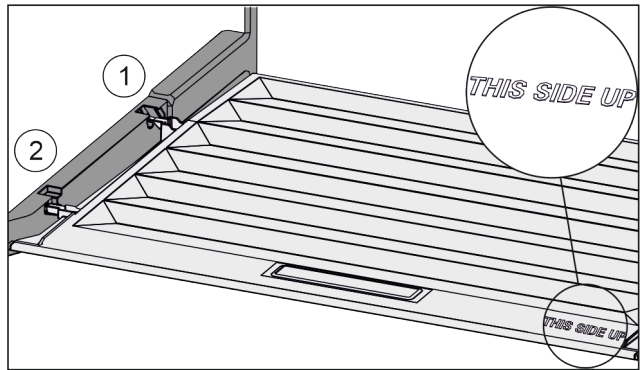

Fig. 28
- Introduire les rainures du couvercle par l'orifice du support arrière Fig. 28 (1) et les enclencher à l'avant dans le support Fig. 28 (2).